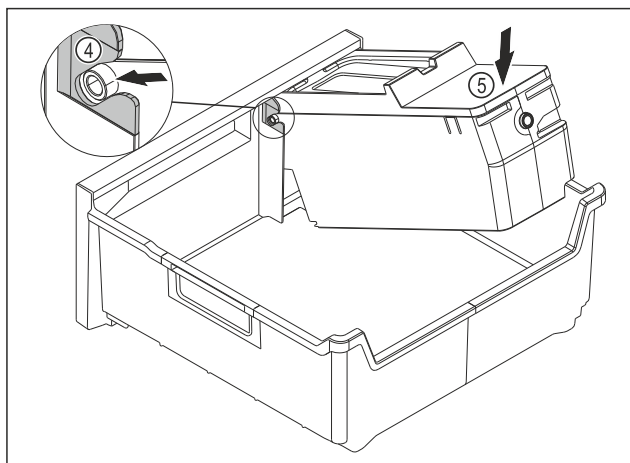

Fig. 109
- ▶ Смонтируйте корпус EasyTwist-Ice: Вставьте оси корпуса EasyTwist-Ice в направляющие Fig. 109 (4).
- ▶ Вдавите корпус EasyTwist-Ice Fig. 109 (5) вниз.